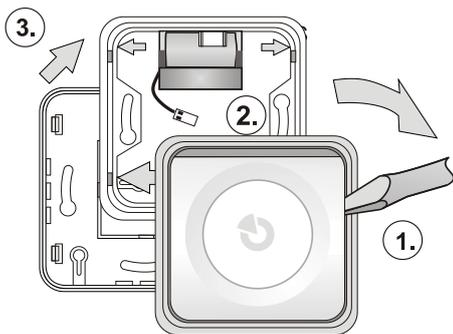

Figura 1: Desmontaje de la sirena antes de la instalación
1. Sacar el cuerpo de la sirena (botón) del marco de plástico presionando por los laterales (1.) utilizando un desatornillador como se muestra en la figura 1.
4. Fije la base de plástico en el lugar seleccionado utilizando los tornillos. Coloque la batería BAT-3V2-CR2 debajo del lado superior de la base de plástico como se muestra en la figura 1.
Se incluye una batería, sin embargo esta no se encuentra montada en la sirena, por lo tanto debe insertarse en el dispositivo. La batería se recarga de manera estándar (ver *Especificaciones técnicas*). Cuando es necesario reemplazarla, se puede pedir una batería de repuesto BAT-3V2-CR2. Conéctelo al conector (ver figura 1, punto 2). La sirena detecta automáticamente si la batería está conectada y realiza el diagnóstico. Los valores medidos son mostrados en el software F-Link. La sirena supervisa su propio estado de batería e informa a un usuario (o al técnico de servicio) cuando está cerca de agotarse. El dispositivo continúa funcionando sin embargo se recomienda cambiar la batería dentro de las 2 semanas posteriores. Utilice específicamente el tipo de batería BAT-3V2-CR2.